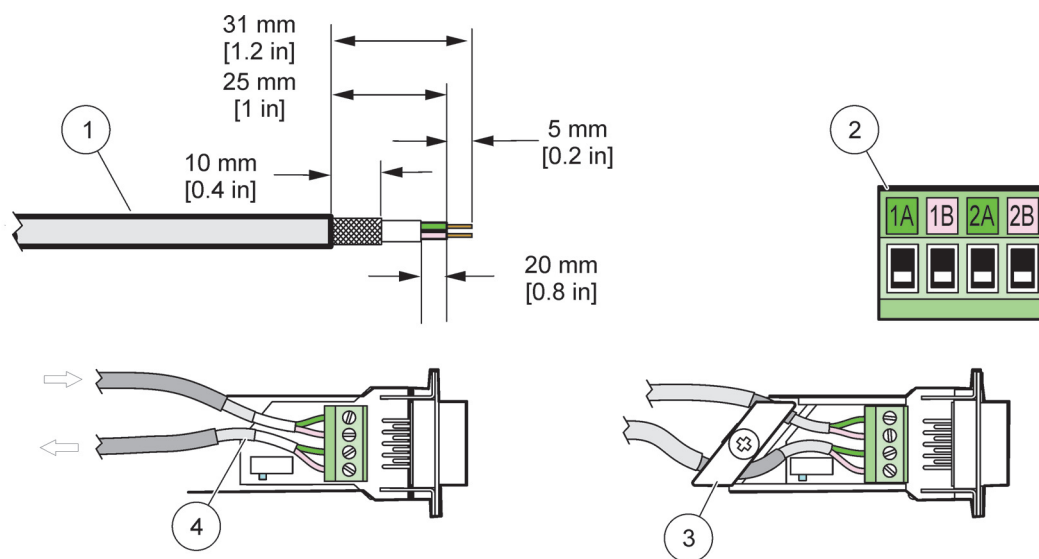

Рисунок 30 Зачистка изоляции на кабеле связи
1. Зачистите изоляцию кабеля связи (Рисунок 30).